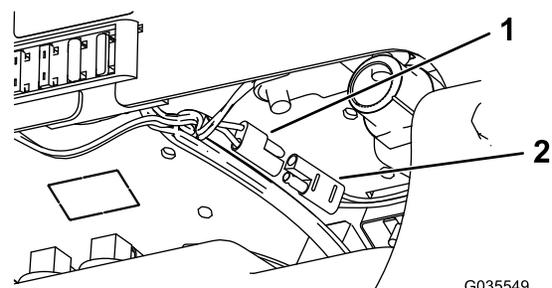

Figure 3
- **Modèles sans accessoires électriques** – branchez le faisceau de la prise au faisceau de la machine (Figure 3).